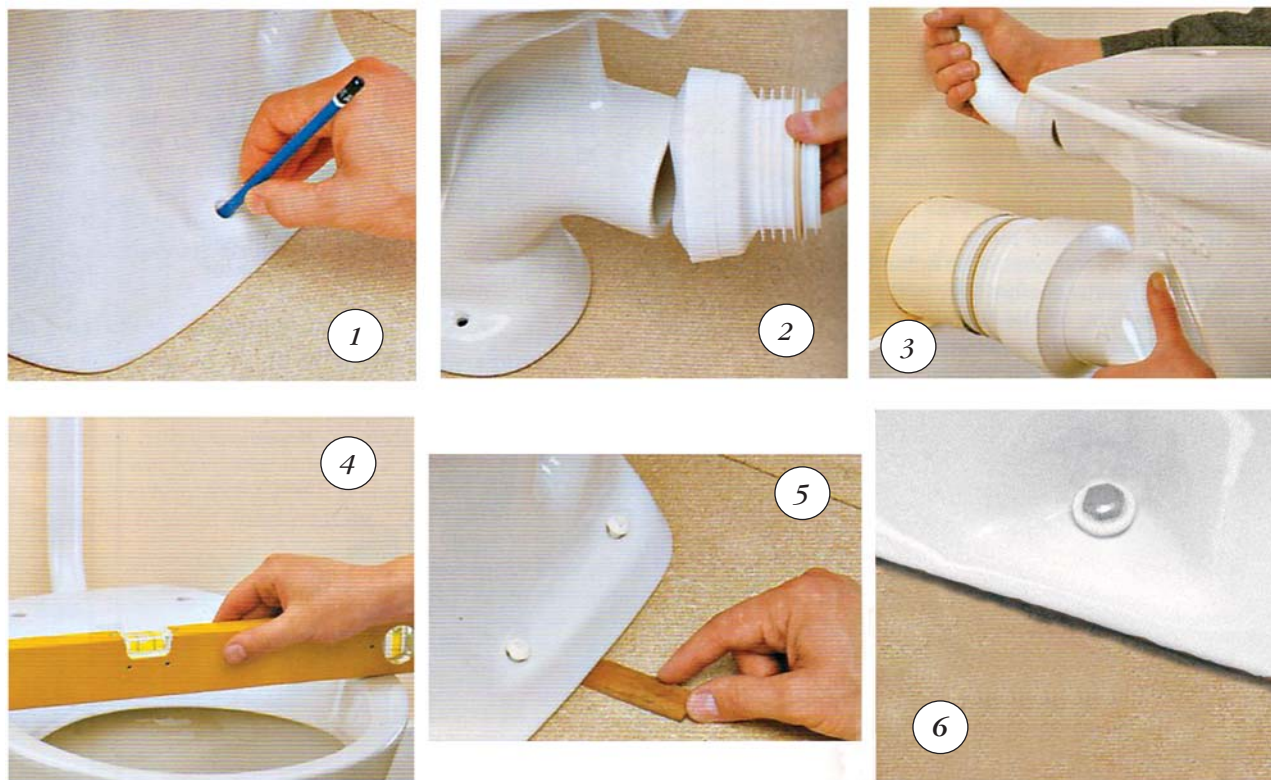

Рис. 92. Установка унитаза
*Установка отдельно стоящего унитаза (рис. 92).*